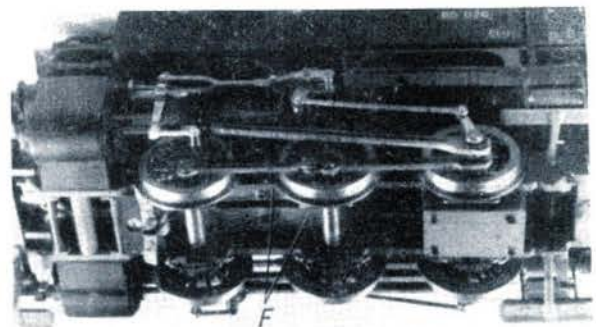

Bild 27 Feste Treibachse, gefederte Kuppelachsen, Stangenkupplung bei Baugröße 0; F Federn
1. Eine Achse starr, die übrigen gefedert. Gekuppelt nur durch Kuppelstangen (Bild 27).